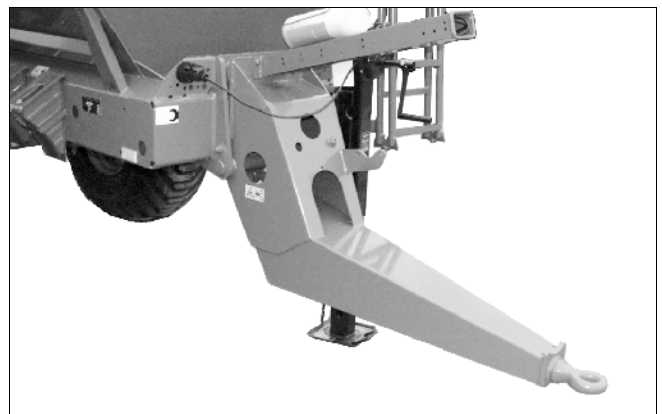

Fig. 7
- gekröpften Hitchdeichsel (Fig. 7),